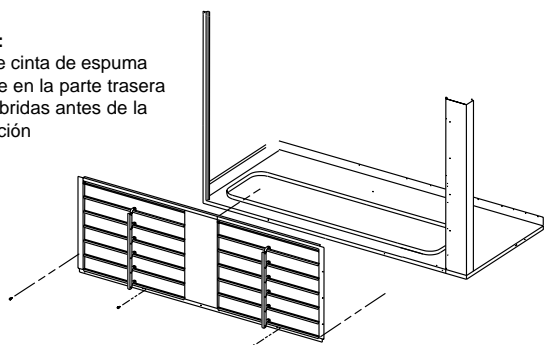

Figura 53
1. Realice una abertura en la cámara de aire de retorno de las unidades 020 a la 045 y dos aberturas en la cámara de aire de retorno en las unidades 055 a la 090. Consulte la figura 53 para conocer las dimensiones. Asegúrese de que las aberturas estén centradas de arriba a abajo en la cámara. En las unidades 055 a la 090, las compuertas de sobrepresión podrían instalarse sea en los lados opuestos de la cámara, sea de manera adyacente uno del otro. En este último caso, deje un espacio mínimo de 102 mm. entre las dos aberturas.
2. Sujete los lados de la campana a la parte superior de la misma, tal como se muestra en la figura 53.
5. Deslice el equipo combinado de compuerta de sobrepresión de aire horizontal en la abertura de la cámara y asegúrelo utilizando los tornillos suministrados (vea la figura 53).